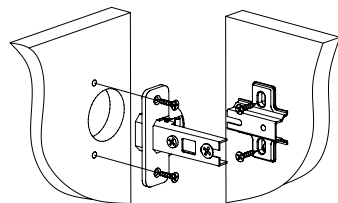

Рис.3
2. При помощи шурупов 3,5x16 закрепите петли на дверь (дет. 2 от ИЗ-560), а при помощи евровинтов-ответные планки петель на деталь 2 или 3 (Рис. 3).